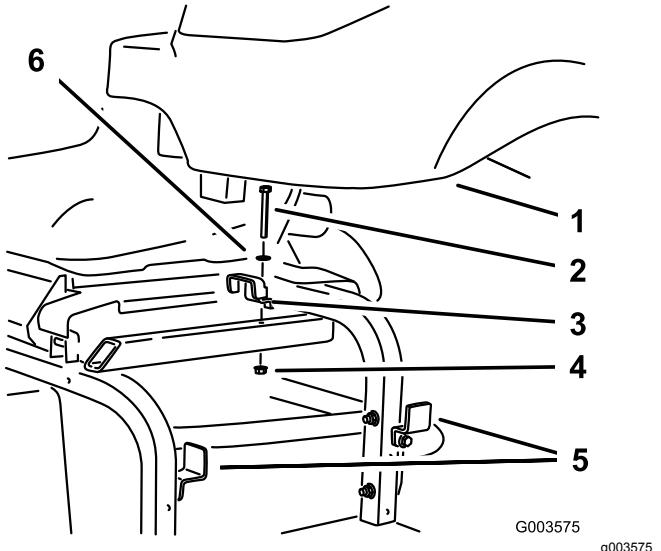

図 8
9. 機体フレームから油圧オイルタンクの上部ブラケットを外し、フレーム側部についているブラケット2つをゆるめる図8。タンクを外し、金具類と共に保管する。